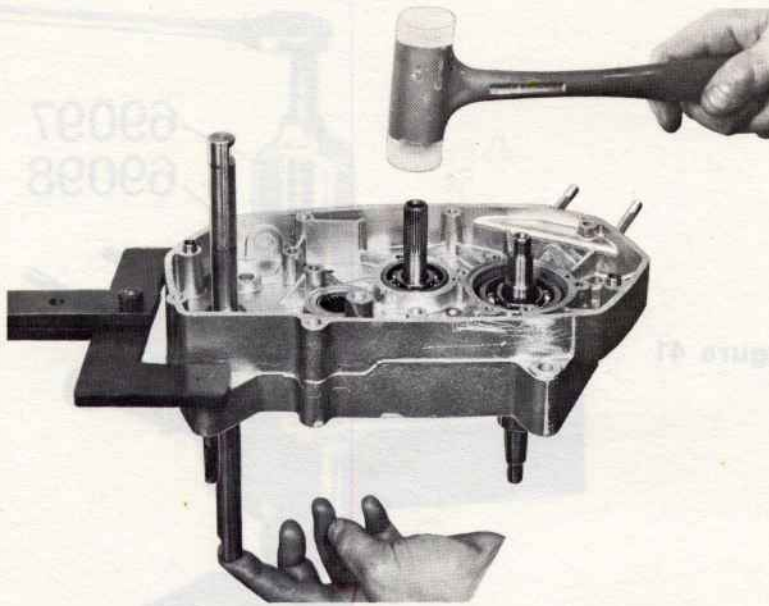

Figure 43
- Pour retirer l'ensemble arbre primaire, frapper au maillet sur son extrémité côté embrayage (figure 43).